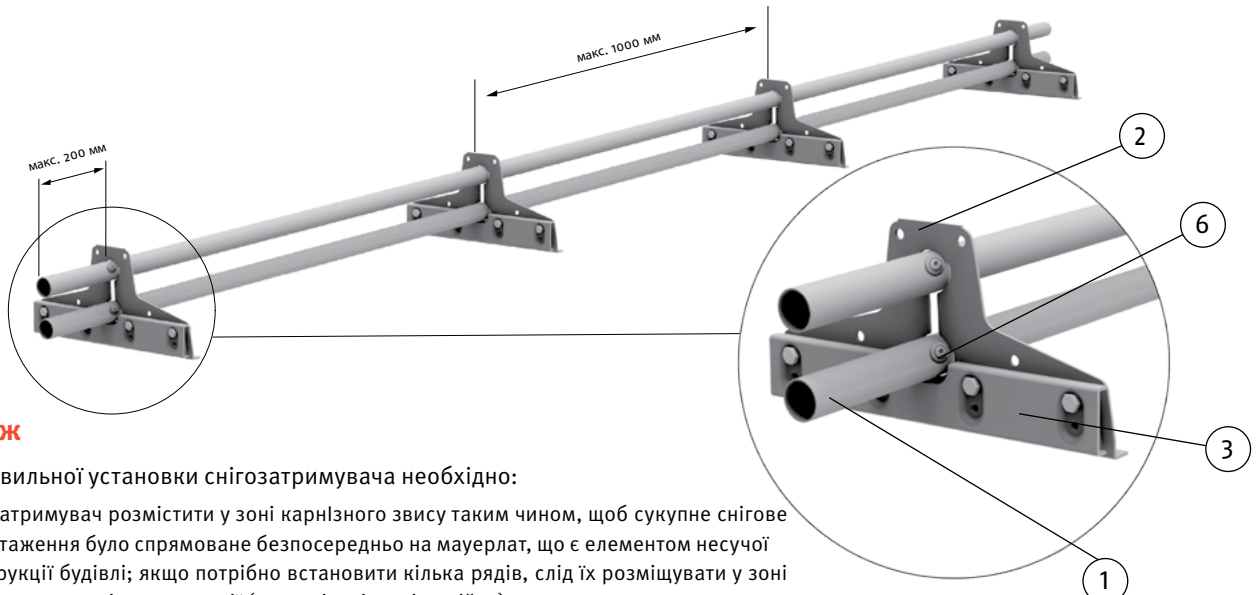

Рисунок 1
- після установки кронштейнів в отвори, розташовані у головному елементі кронштейна, потрібно вставити труби бар'єру і захистити їх від висунення, закрутивши короткі саморізи (рис. 1 елемент 6) прямо за крайніми фіксаторами бар'єра,
- відстань між сусідніми покрівельними кронштейнами не має перевищувати 1000 мм; труби снігозатримувача не повинні виступати за межі крайніх кронштейнів понад 200 мм (рис. 1).